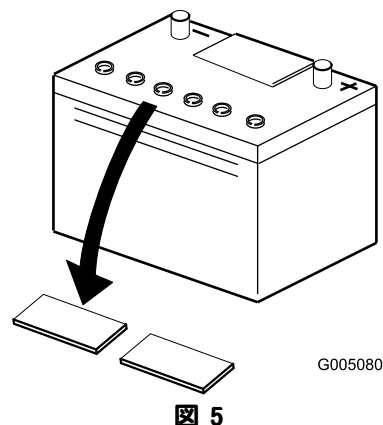

図 5
2. バッテリーの上部をきれいに拭い、キャップを取り外す (図 5)。